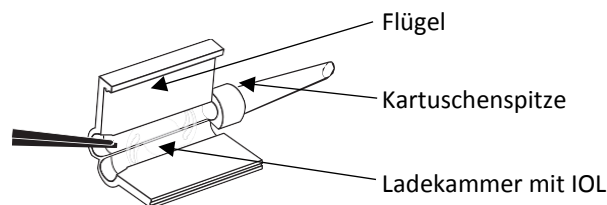

Fig. 1
7. Halten Sie die Flügel der Kartusche geöffnet, legen Sie die IOL mittig ein und positionieren Sie die Haptikenden unter die Kanten der Rinnen. Drücken Sie die IOL sanft mit der Pinzette herab und vergewissern Sie sich, dass sich die Kanten der Optik sicher unter den Kanten der Rinnen befinden, wie in Abb. 1 gezeigt.